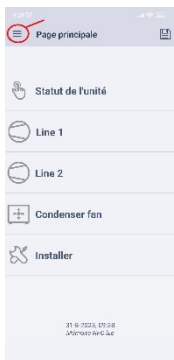

Fig.41
- Sur la page principale ouvrir « ≡ » (Fig. 41) puis « Liste paramètre » (Fig. 42)